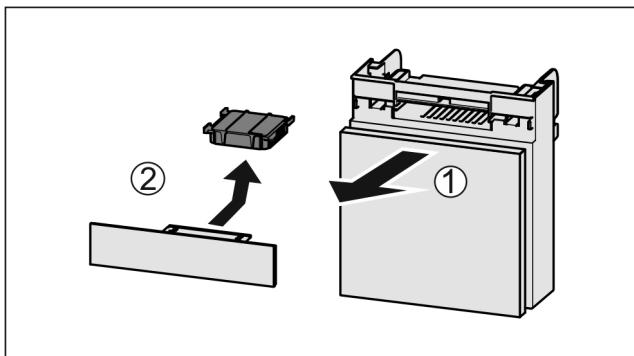

Fig. 138
- ▶ Потягніть Fig. 138 (1) відділення вперед.
- ▶ Витягнути Fig. 138 (2) фільтр з активованого вугілля.